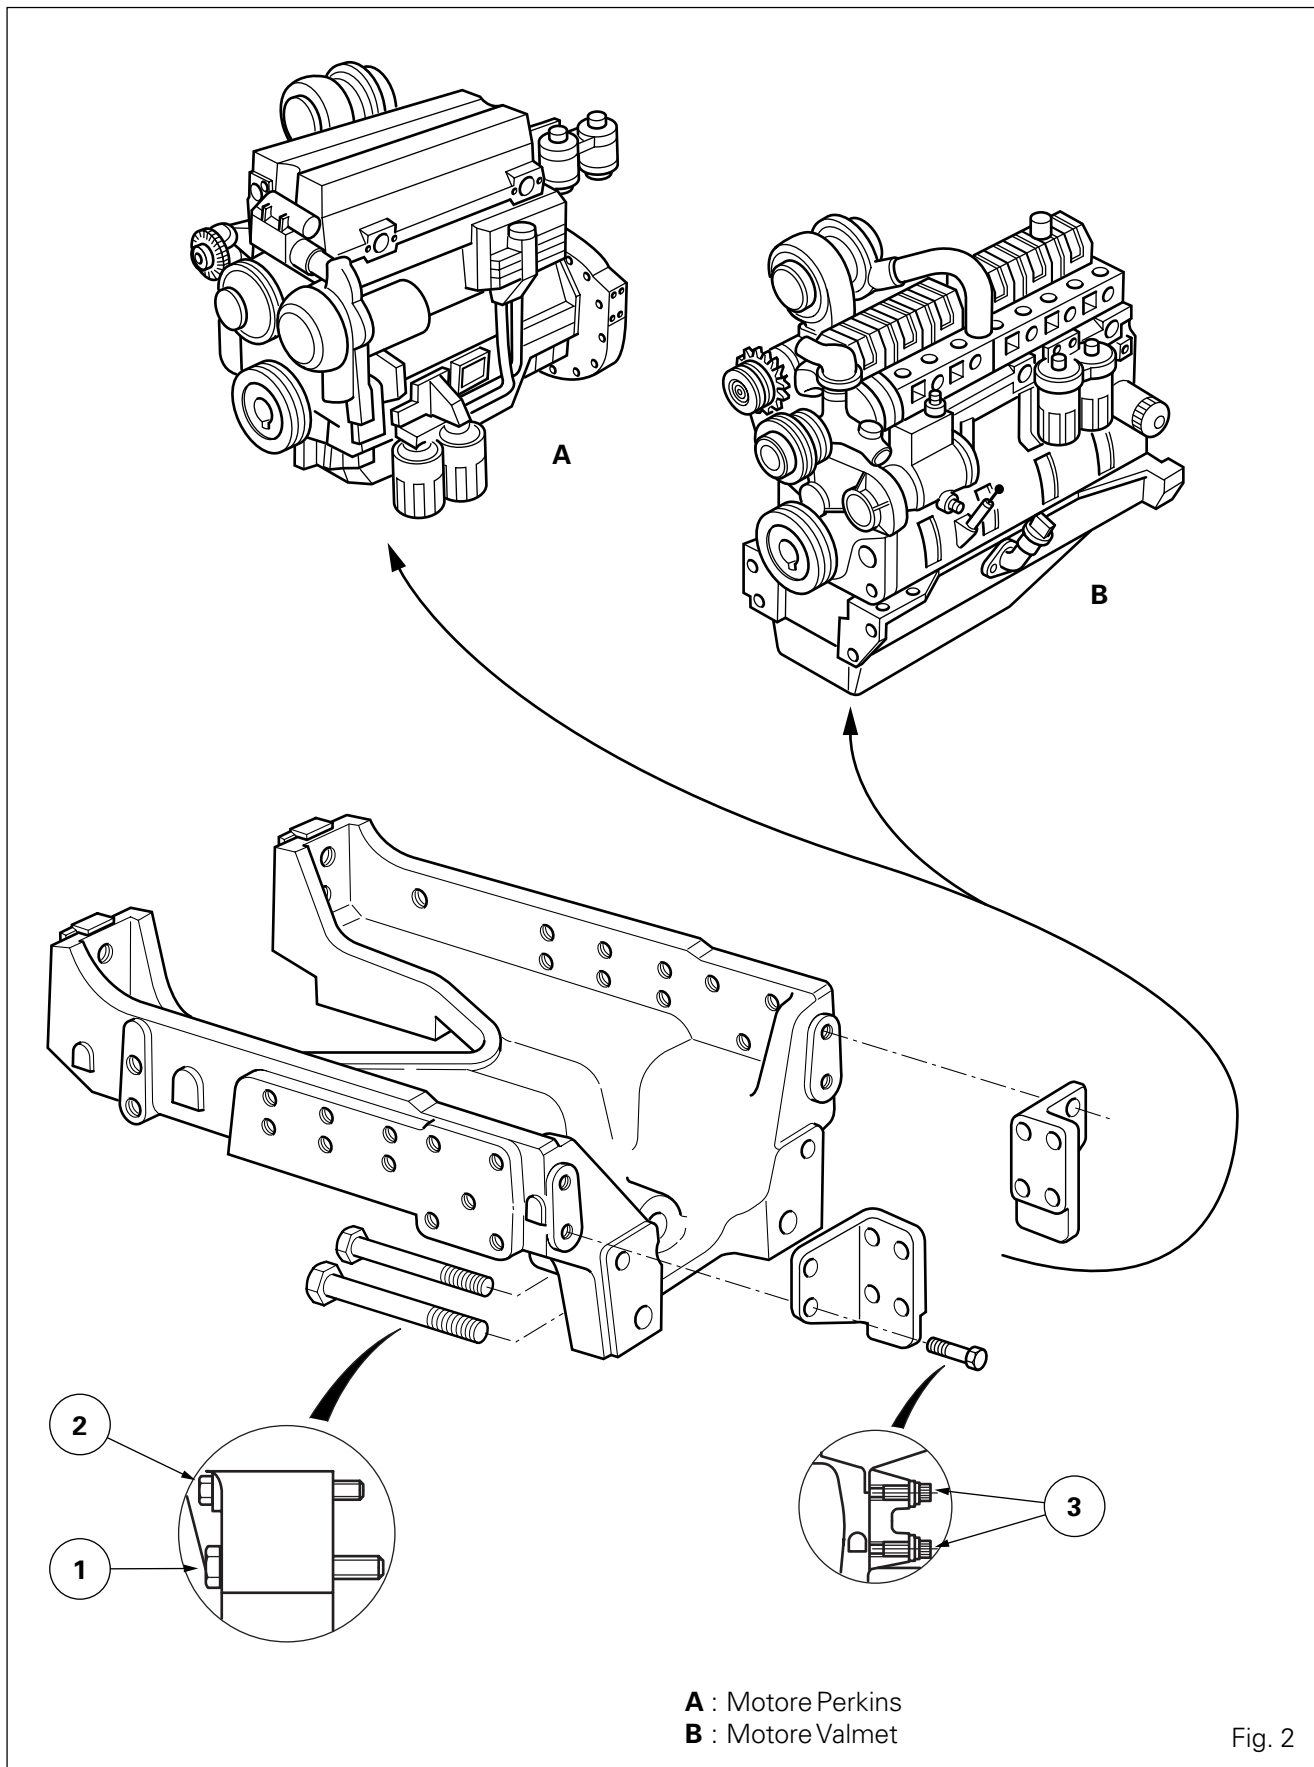

Fig. 2
18. Completare la rimozione delle altre viti di fissaggio (1) (2) (3) (Fig. 2 - 3) della struttura anteriore del motore.